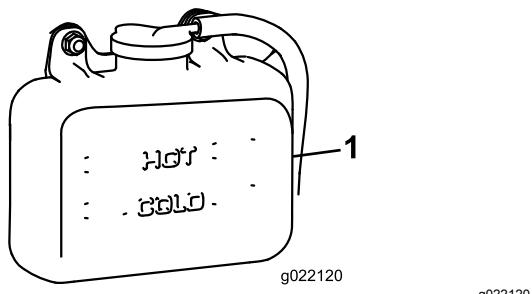

Figure 65
- Vérifiez le niveau du liquide de refroidissement dans le vase d'expansion (Figure 65).